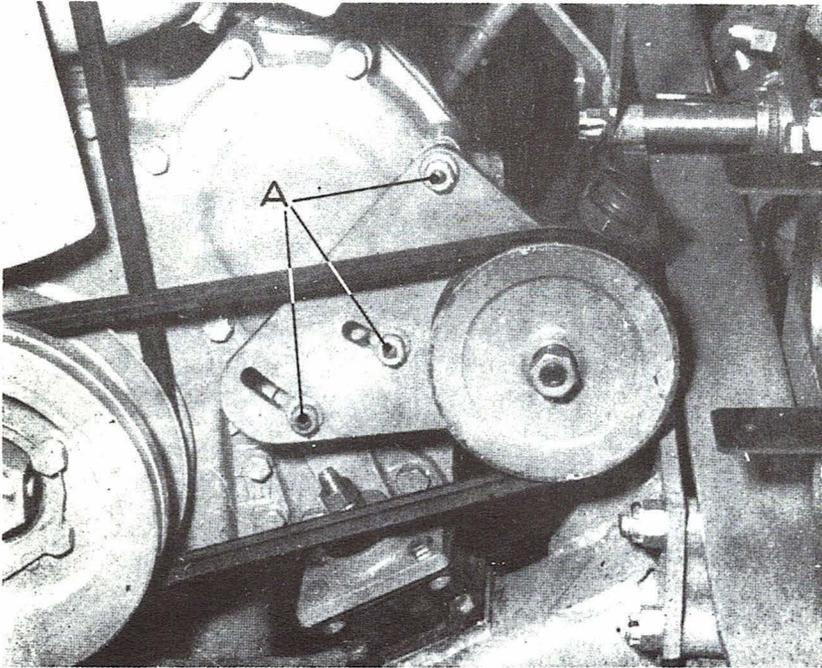

Fig. 10.5. - Tensado de la correa de accionamiento de la bomba de presión.
- a) Aflojar las tres tuercas «A» (fig. 10.5) de la fijación del soporte del motor.